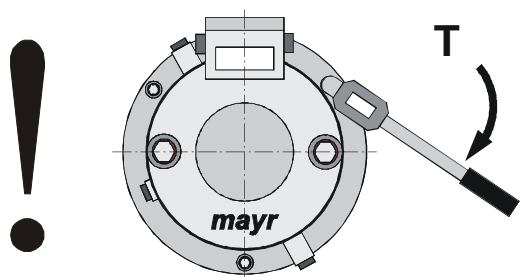

Bild 7
7. Bremse mit Hutmutter (19) und unterlegten Scheiben (20) anschrauben (Bild 7). **Ein Verkanten ist zu vermeiden! Anzugsmoment gemäß Tabelle 1 beachten!**